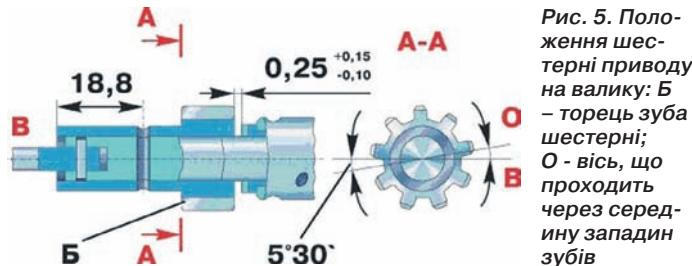

Рис. 5. Положення шестерні приводу на валику: Б – торець зуба шестерні; О – вісь, що проходить через середину западин зубів
- З'єднавши валик 10 приводу з проміжним валиком-пластиною 3 приводу і надівши упорну шайбу 7, напресуйте шестерню на валик, витримавши зазор між упорною шайбою і шестернею приводу 0,25^{+0,15}_{-0,10} мм (рис. 5).